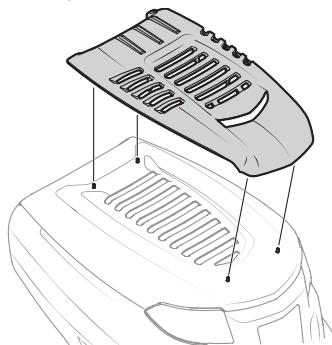

Figura 9
- Calce la tapa del capó en su lugar usando el capó como guía. Consulte la Figura 9.